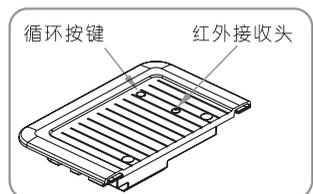

图22
10. 接通银幕的电源，操作过程请注意不要触碰到高压带电部分(AC IN 和 Motor端)，按一下左端盖上的循环按键(图22)，让银幕来回升降一至两次，功能正常的话请切断银幕的电源，进行下一步安装工作。